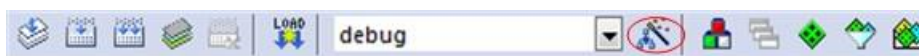
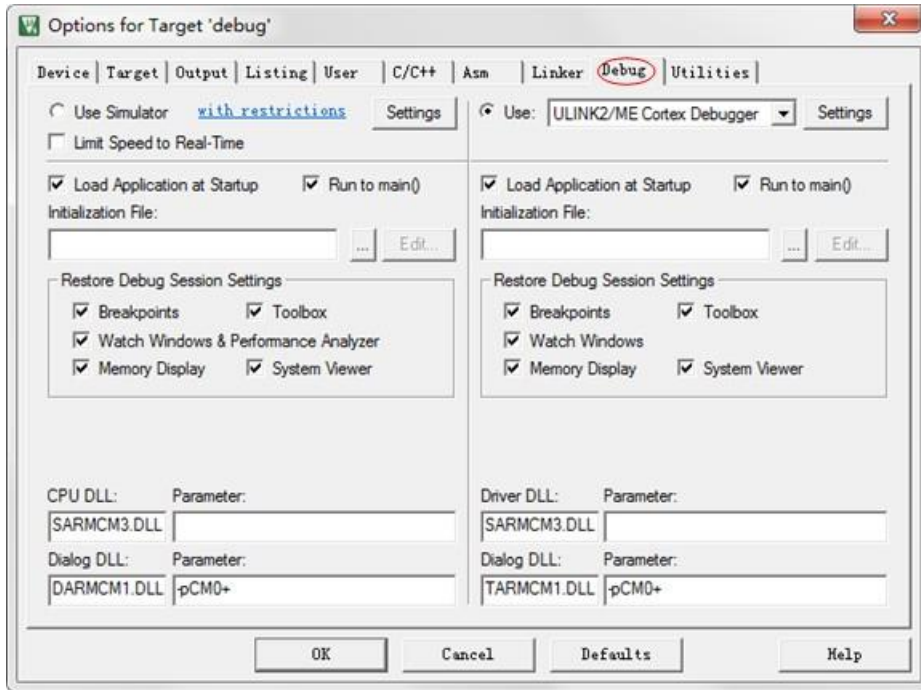
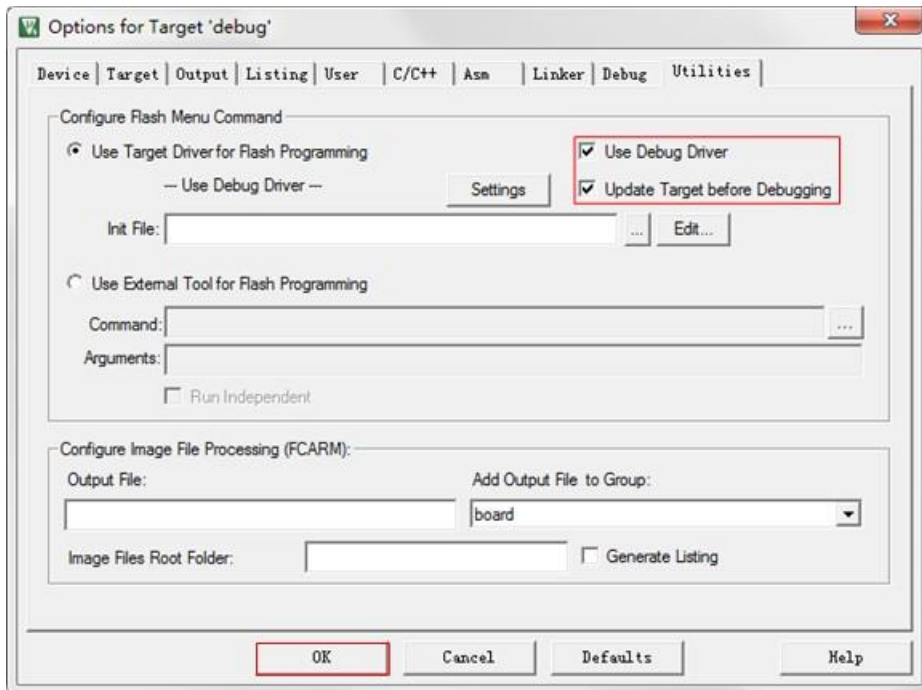

图 4.16 工程配置窗口
图 4.17 工程配置窗口
图 4.28 Utilities 配置
(1) 确认开发板与仿真器连接无误后, 然后点击如图 4.16 所示的【Target Options】图标, 弹出工程的配置窗口, 切换到【Debug】设置页面, 如图 4.17 所示。
- (6) 回到工程配置窗口图 4.17，切换到【Utilities】配置页面，勾选【Use Debug Driver】即选择 Flash 编程工具为【Debug】配置工具，点击【OK】结束所有配置。如图 4.28 所示。